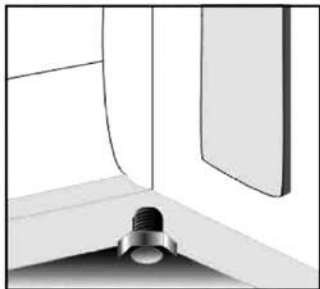

Fig. 8
**Réglage des pieds :** il est important de procéder au réglage des pieds afin que la cuisinière soit de niveau. Mettez en place la cuisinière, positionnez un niveau sur la cuisinière et réglez le niveau au moyen des pieds situés sous la cuisinière (fig. 8).